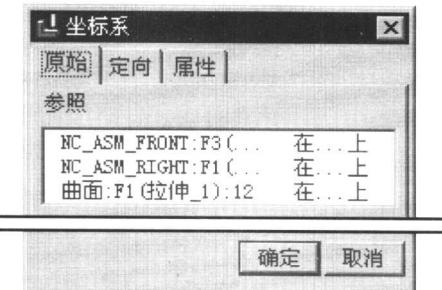

图 1.1.7 “坐标系”对话框
Step6. 选择下拉菜单 **插入(I) → 模型基准(M) → 坐标系(C)...** 命令，系统弹出“坐标系”对话框，如图 1.1.7 所示。依次选择 NC\_ASM\_FRONT、NC\_ASM\_RIGHT 基准